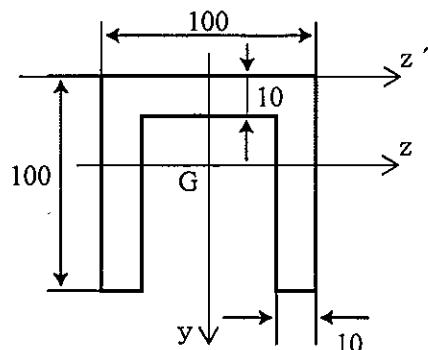

図2
- 【4】 図2に示すような断面の z' から図心Gまでの距離 y_G と図心を通る z 軸に関する断面二次モーメント I を求めなさい。図中の寸法の単位は mm である。(14点)